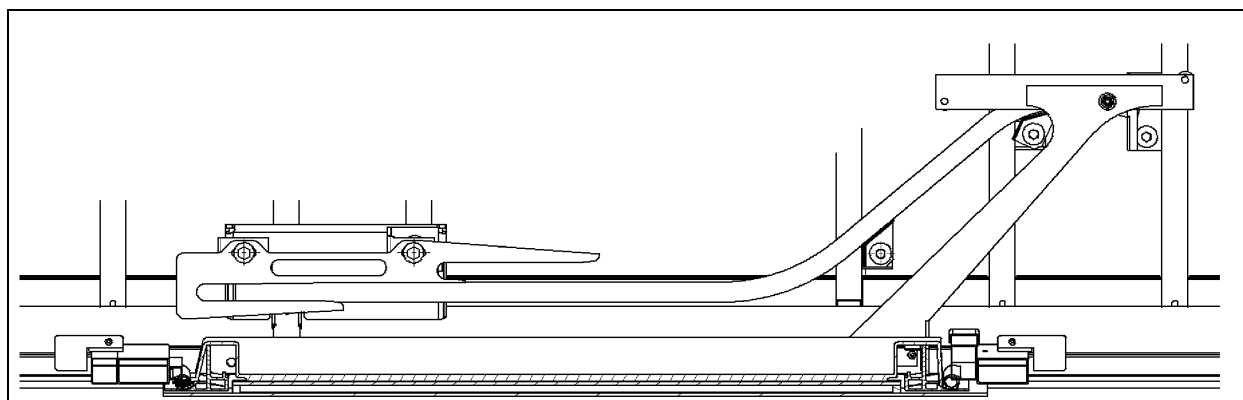

FIGURE 53: BRAS SUPÉRIEUR ET TRAVERSE DE L'ÉLEVATEUR POUR FAUTEUILS ROULANTS
2. Faire glisser la traverse supérieure dans le bras supérieur, puis fixer la traverse à la structure avec un boulon. Ne pas serrer complètement le boulon pour le moment (voir la Figure 53).